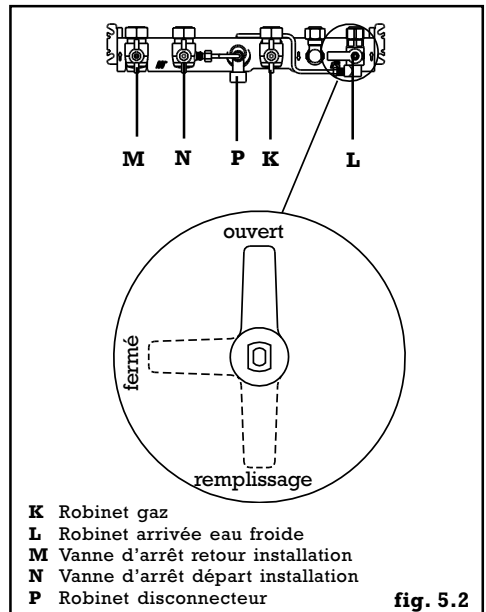

fig. 5.2
- laisser le robinet d'entrée d'eau froide de la chaudière **L** (fig.5.2) en position "ouvert" (manette vers le haut)
- placer le robinet d'arrivée d'eau froide (**L**) sur la position "remplissage" (fig. 5.2)